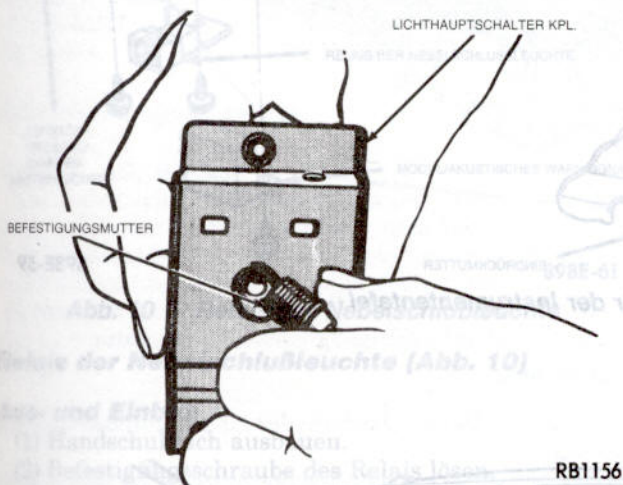

Abb. 6 – Befestigungsmutter des Lichthauptschalters
- (1) Die Mutter, mit welcher der Schalter an der Halteplatte befestigt ist, festziehen (Abb. 6).